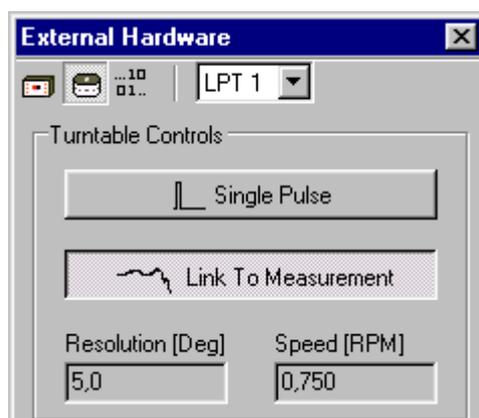

図 12.11
- 3) 図 12.11 のターンテーブル・コントロールダイアログを表示します。分解能は5度。回転速度は0.75RPM、Link To Measurement(測定とリンクボタンを押します。